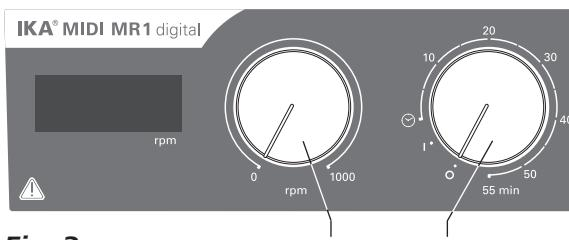

Fig. 3
- ⇒ A készülék bekapcsolásához fordítsa a „Be/Ki” és az „Időzítő” (B, lásd Fig. 3) tekerőgombot az óramutató járásával megegyező irányban az „1”-es pozícióba.
- ⇒ A készülék kikapcsolásához fordítsa a „Be/Ki” és az „Időzítő” (B) tekerőgombot a „0” pozícióba.
- ⇒ A motor fordulatszáma a „**Fordulatszám**” szabályozó gombbal állítható be (C, lásd Fig. 3). A motor fordulatszáma 0–1000 percenkénti fordulatszámról állítható be **MIDI MR 1 digital** esetén, illetve 0–600 percenkénti fordulatszámról **MAXI MR1 digital** esetén.